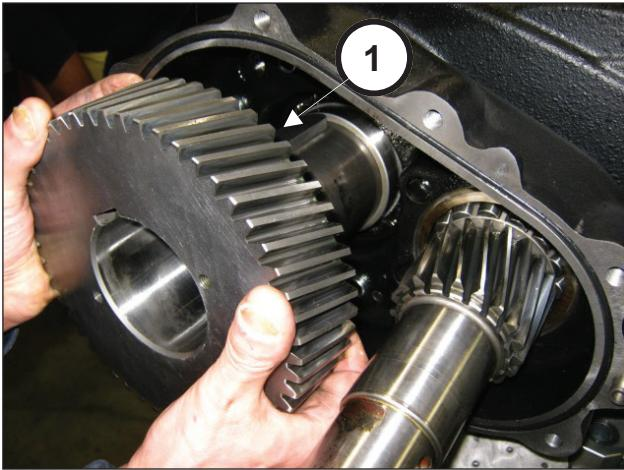
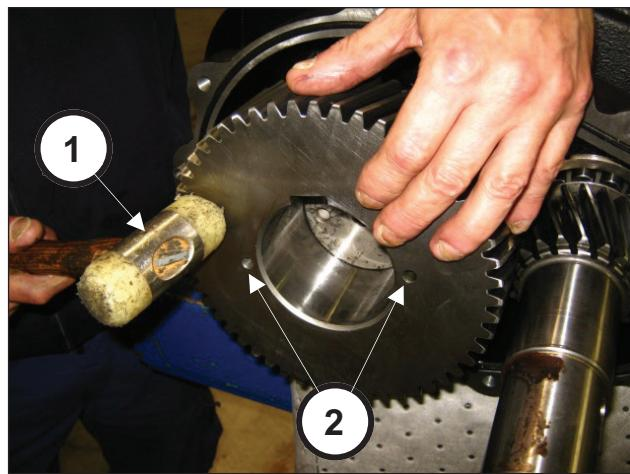

Fig. 79
Fig. 80
Insira a coroa no eixo (pos. ①, Fig. 79) e bata até o fundo com um martelo (pos. ①, Fig. 80).
A coroa deve ser montada se assegurando que os dois furos M8 (a serem usados para a extração), fiquem virados para o exterior da bomba (pos. ②, Fig. 80).